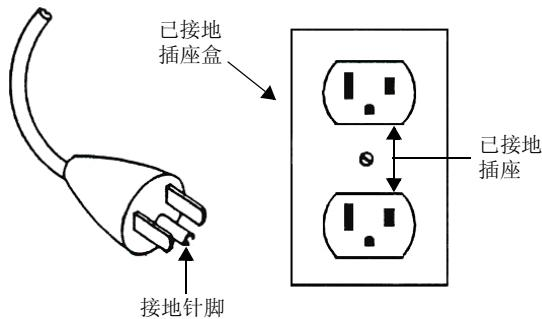

图 6 接地插头和插座
- 如果该产品指定用于标称 120 V 电路，则必须使用像图 6 中的接地插头。